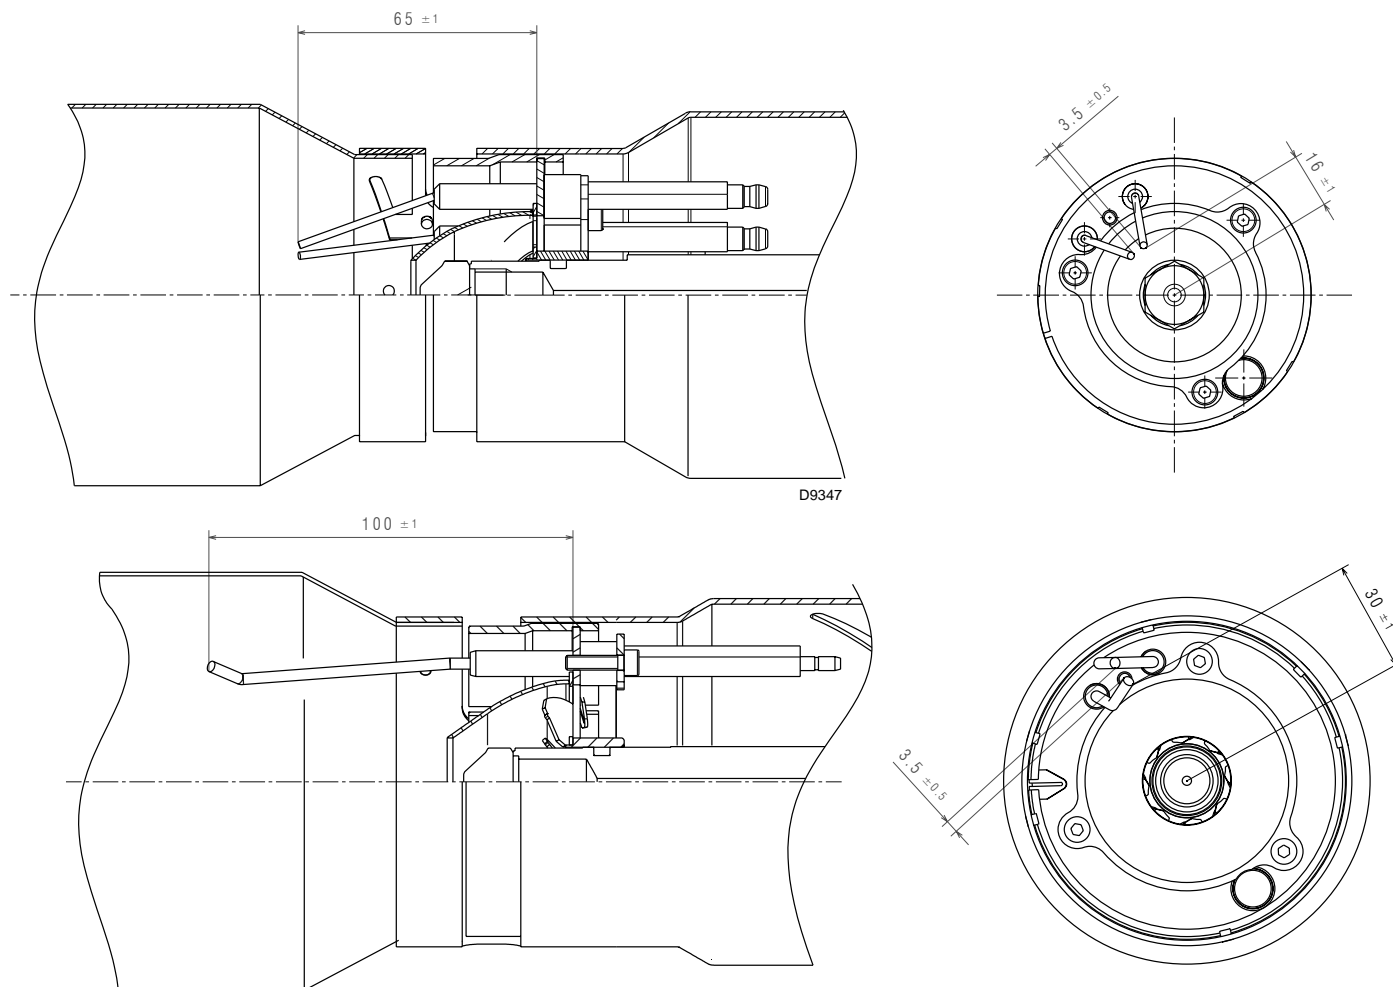

Afb. 18
- Los de schroeven 2) (Afb. 18) en draai de vlampijp 3). De gewenste openingsquote wordt aangeduid in Tab. A, Pag. 16. Voor de regeling kan de bijgeleverde mal 5) gebruikt worden zoals aangeduid wordt in Afb. 18.